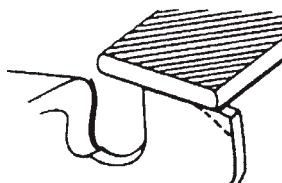

Fig. 48
- 4) Redondee la esquina frontal para mantener la forma original del calibre de profundidad después de utilizar la herramienta del calibre de profundidad. Respete siempre el ajuste recomendado del calibre de profundidad, según el manual de mantenimiento o manual del operador de la sierra. (Fig. 48)